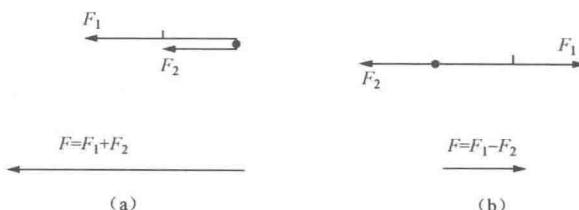

图 1-3 作用于一点且在同一直线上两个力的合成
(1) 作用于同一点而且在同一直线上的两个力的合成见图 1-3。若两个力方